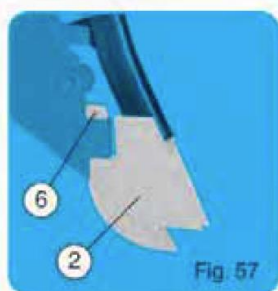

Fig. 57
- W wersji do wysiewu buraków należy ściągnąć redliczkę **7065a** (standardowa do wysiewu kukurydzy), a następnie umieścić w tym miejscu czubek redlicy **(2)** nr kat. **7065b** (do buraków, rzepaku i innych drobnych ziaren) (fig. 57). Pochyłą zawleczkę **(6)** oddalić w taki sposób, aby nie dotykała talerzy otwierających bruzdę.